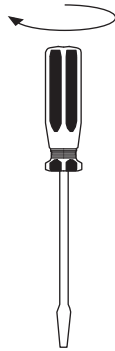

Figure 14 Installation de la tige de montage sur (LTM-CPG/DDM 5975T)
- **LTM CPG/DDM 5975T** Installation dans le support de montage de l'injecteur. La tige doit être entièrement enfoncée (voir Figure 14).